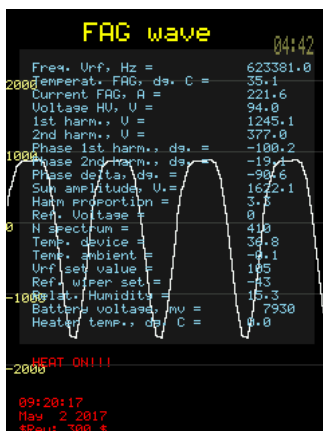

Figura 19. Model de oscilogramă a unui generator de tensiune asimetric cu
**val FAG**-acest element de meniu afișează semnalul real primit de la electrozii de înaltă tensiune (Figura 19).
Apare și o indicație sonoră a explozivului detectat (Figura 19)